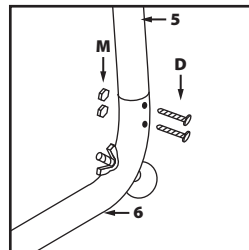

Abb. 9
- Nehmen Sie die Bauteile markiert als **5** und **6**. Befestigen Sie **5** an **6**, benutzen Sie die Befestigungsteile markiert als **D** und **M (Abb. 9)**.